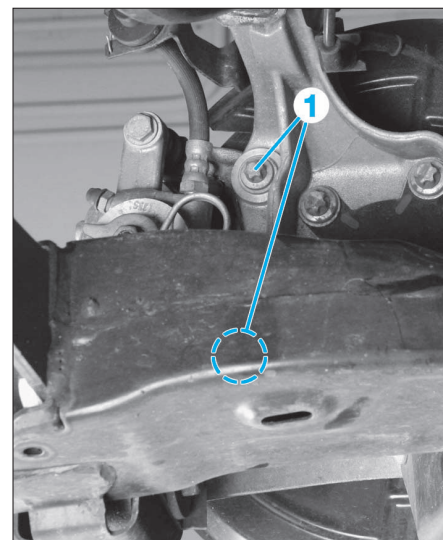

FIG. 13
- Déposer les 2 vis de fixation (1) du support d'étrier (Fig.13).